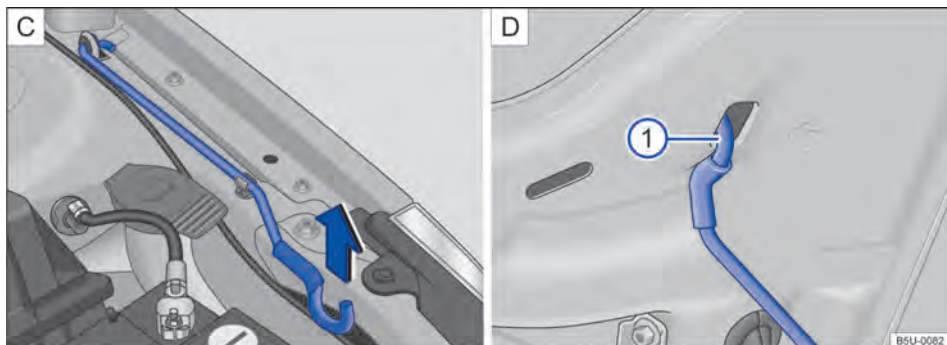

Fig. 200 [C] Haste de sustentação da tampa do compartimento do motor. [D] Tampa do compartimento do motor apoiada na haste de sustentação.
- Retirar a haste de sustentação do suporte no sentido da seta → Fig. 200 [C] e posicioná-la na abertura na tampa do compartimento do motor → Fig. 200 ① [D].
- Retirar a haste de sustentação do furo → Fig. 200 ① [D] e encaixá-la no suporte do fecho → Fig. 200 [C].